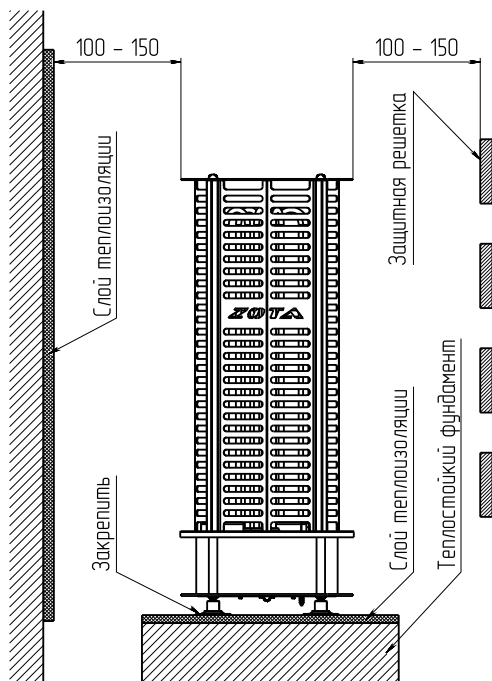

Рис.2 Установка электрокаменки
6.4. Электрокаменка устанавливается на термостойкий фундамент (рис.2) и закрепляется фундаментными болтами. Около электрокаменки стены должны иметь огнезащитную панель из листового металла с теплоизоляцией из листового асбеста или минваты. Установку защитной решетки вокруг каменки следует производить на расстоянии 100 - 150 мм.